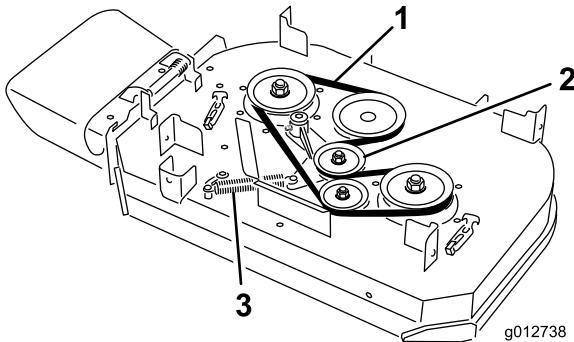

Figura 64
4. Desenganche el muelle de la clavija del brazo de la polea tensora (Figura 64).
5. Retire la correa usada del cortacésped (Figura 64).
6. Instale la correa nueva alrededor de la polea del embrague, las poleas de la carcasa y la polea tensora (Figura 64).
7. Enganche el muelle en la clavija del brazo de la polea tensora (Figura 64).
6. Instale la correa nueva del cortacésped alrededor de las poleas de la carcasa y la polea tensora (Figura 64).
5. Desenganche el muelle de la clavija del brazo de la polea tensora (Figura 64).
6. Retire la correa usada del cortacésped (Figura 64).
7. Instale la correa nueva alrededor de las poleas de la carcasa, la polea del embrague y la polea tensora (Figura 64).
8. Enganche el muelle en la clavija (Figura 64).